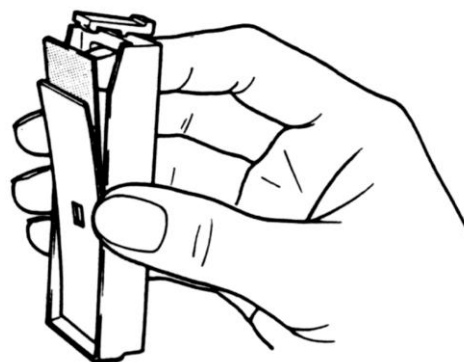

Figura 3-8
4. Rimuovere il vetrino dal supporto inserendo un dito nel foro sul retro del supporto della camera campioni, poi premere sulla parte posteriore del vetrino. Vedere Figura 3-8.